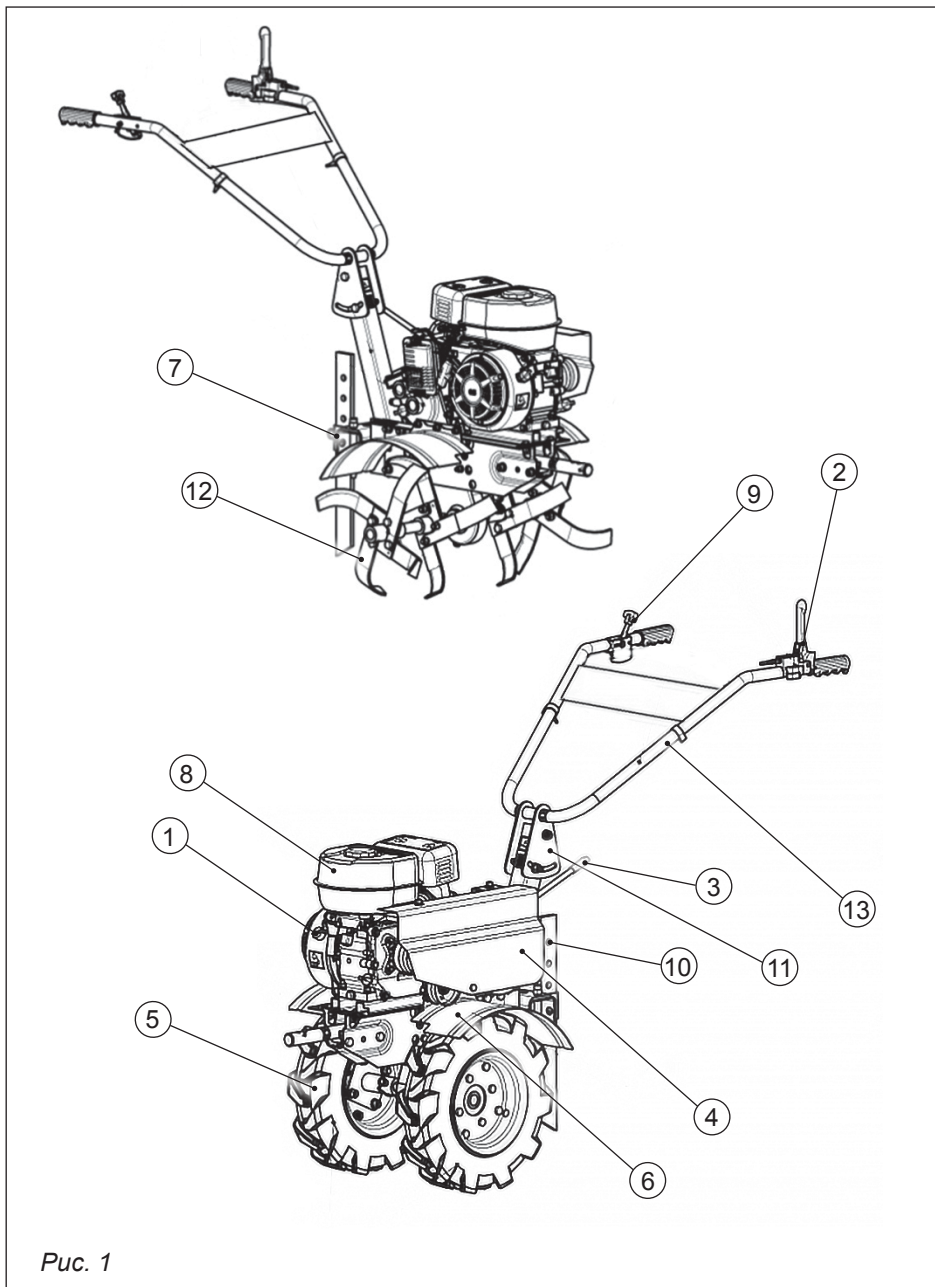

Рис. 1
**2. ОСНОВНЫЕ ЭЛЕМЕНТЫ МОТОБЛОКА (рис. 1)**
**Описание основных элементов мотоблока (рис. 1):**